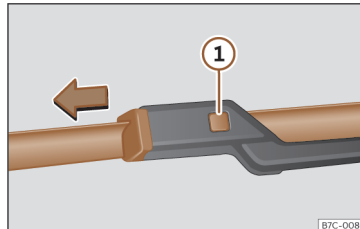

Fig. 45 Înlocuirea lamelor ștergătoarelor de parbriz
- Mențineți apăsat butonul de deblocare >>> **fig. 45** ① și trageți ușor de lamă în sensul săgeții.